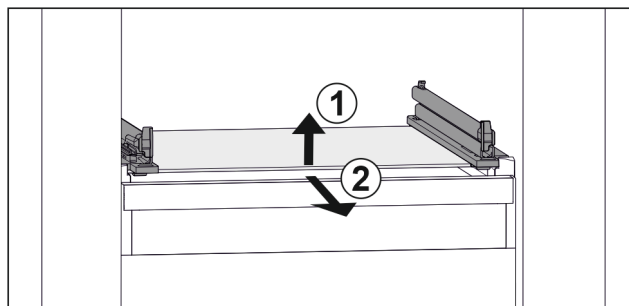

Fig. 68 Príklad zobrazenia sklenenej dosky
- ▶ Nadvihnite sklenenú dosku vpredu. Fig. 68 (1)
- ▶ Odoberte sklenenú dosku dopredu. Fig. 68 (2)